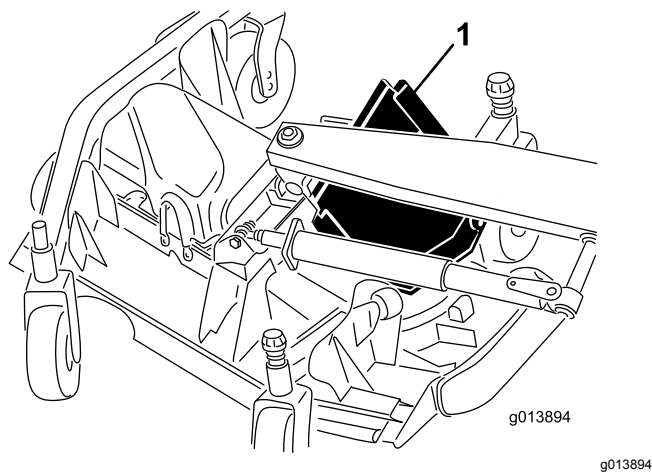

Рисунок 76
6. Чтобы снять передний край крышки, поднимите и проведите его между рычагом подъема и валиком (Рисунок 76).